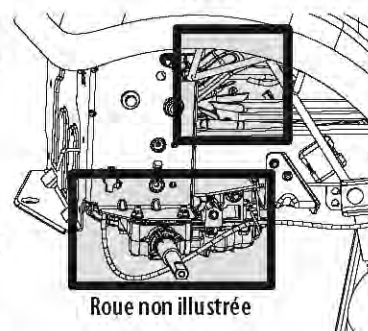

Figure 34
- Gardez l'essieu ainsi que la partie autour de la transmission et du ventilateur propres. Voir Figure 34.